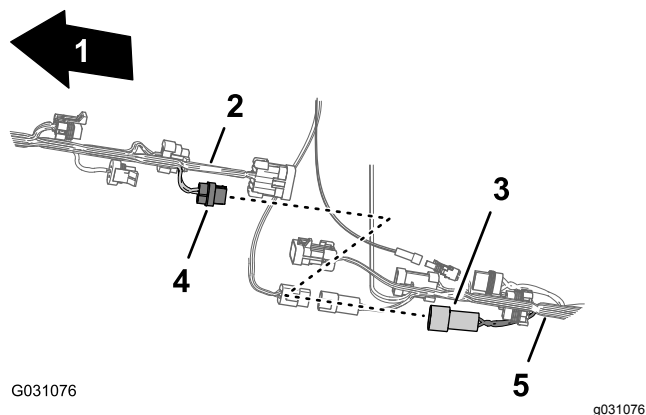

Figure 90
4. Branchez le connecteur à 2 broches du faisceau avant pour la pompe de rinçage au connecteur à 2 douilles du faisceau arrière pour la pompe de rinçage (Figure 90).